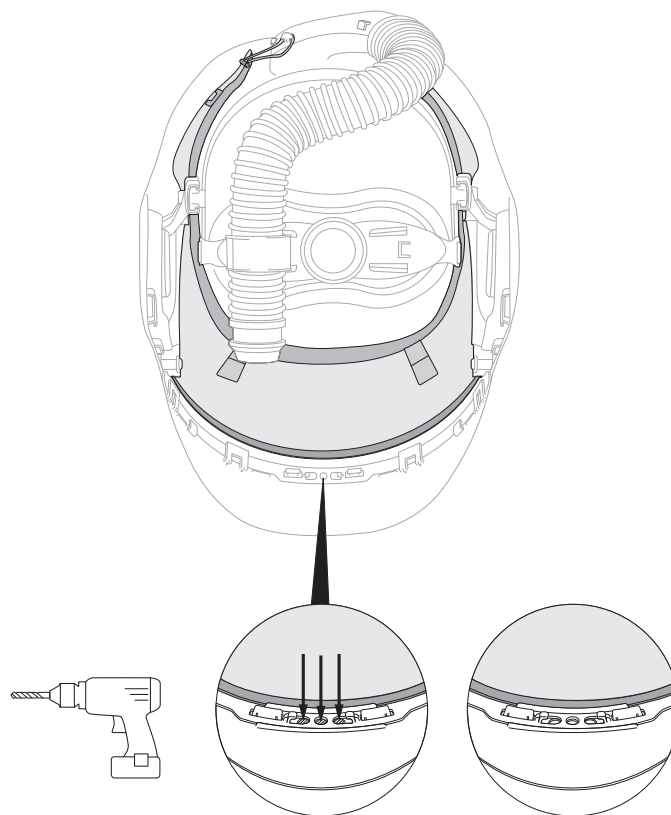

Fig. 31a
- Para instalar la luz de servicio, se deben taladrar tres orificios pequeños de 5 mm (3/16 in) en el protector rígido para cuello o en el protector para cuello de tela o cuero. Con el protector para cuello en su lugar, coloca la careta para soldar sobre una superficie estable (ten en cuenta que tienes que taladrar a través de esa superficie) y taladra los tres orificios. De forma alternativa, se pueden hacer tres pequeñas marcas, quitar el protector cuello, perforar los orificios y reemplazar el protector (Fig. 31a).